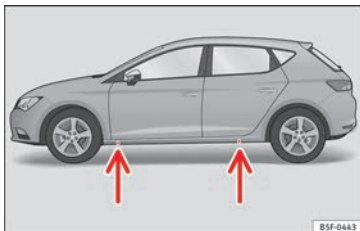

Abb. 186 Querträger: Marken.
- Suchen Sie die Markierung (Eindrückung) am Schweller, die dem zu wechselnden Rad am nächsten liegt »» Abb. 186. Hinter der Markierung befindet sich am Unterholm der Aufnahmeort für den Wagenheber*.